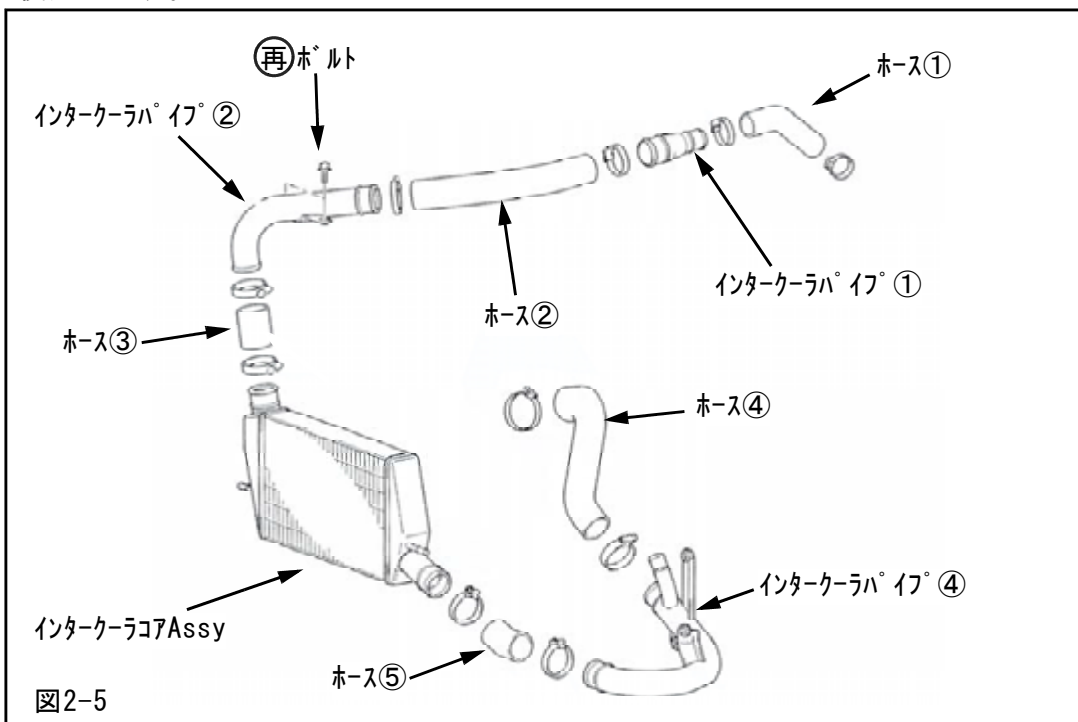

図2-5
(6) インタークーラパイプ①~③, ホース①~⑤, インタークーラコアAssyを取外してください。〈図2-5〉